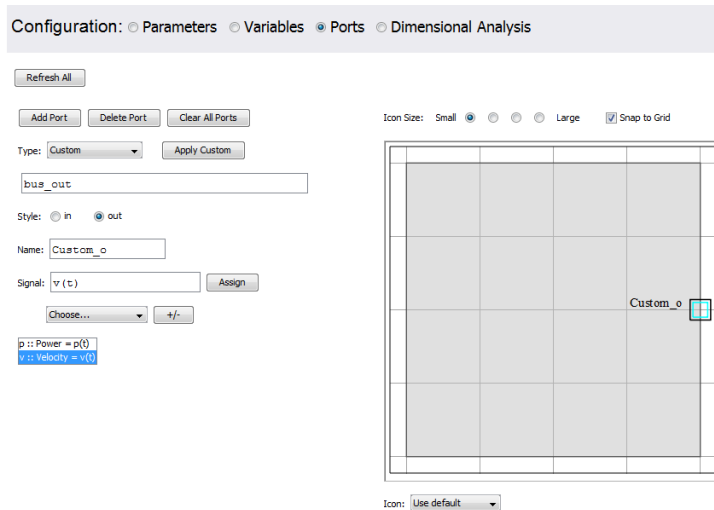

図6.10 カスタムポートの使用
14. このセクションの下部にあるドロップダウンメニューとリストボックスを使用して、Power 変数を $p(t)$ に、Velocity 変数を $v(t)$ に割り当てます。図6.10 **「カスタムポートの使用」** に、テンプレートの完成したポートセクションを示します。